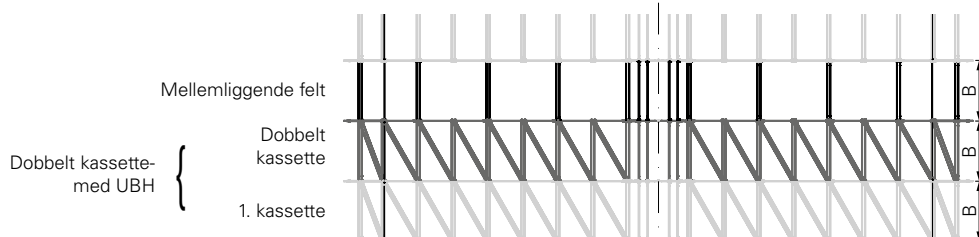

Fig. B1.07b
- dobbelt kassette (fig. B1.07b)